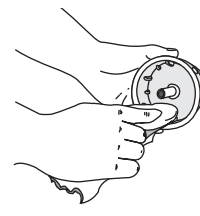

Fig. 26
- Nettoyez le moulinet intérieur, le ressort, et l'arbre et la surface interne de la bobine extérieure à l'aide d'un tissu propre (Fig. 26).